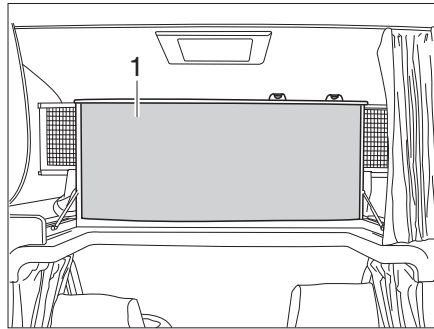

Fig. 98 Cama de alcoba, plegada hacia arriba
- Plegar hacia arriba la cama de alcoba (Fig. 98,1) delante. La cama de alcoba se mantiene en la posición superior mediante resortes por presión de gas.